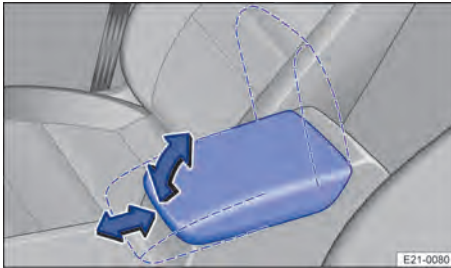

Abb. 84 Zwischen den Vordersitzen: Mittelarmlehne.
1. *Anheben:* Mittelarmlehne in Pfeilrichtung rastenweise nach oben ziehen → Abb. 84.
3. *Einstellen in Längsrichtung:* Mittelarmlehne nach vorn bzw. hinten schieben → Abb. 84.